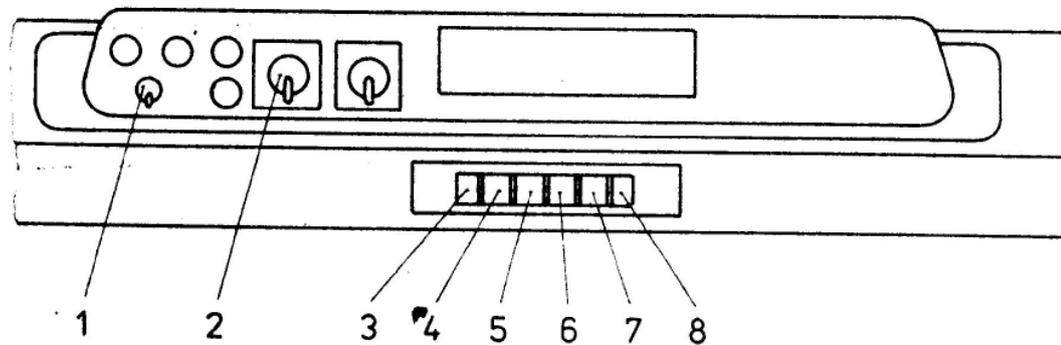

Bild 5
Die Bedienungshinweise für den Fahrbetrieb sind der Betriebsanleitung des Fahrgestellherstellers zu entnehmen. Ergänzend dazu zeigt Bild 5 die Anordnung der Bedienelemente für das Ein- bzw. Ausschalten der Sondersignale und der speziellen Beleuchtungseinrichtungen.
- Kippschalthebel an der Instrumententafel (Bild 5) in Richtung "EIN" stellen,